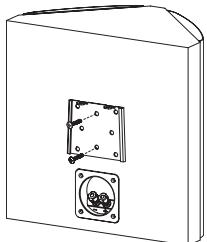

Figura 10
- 3) Con los dos pernos incluidos de 1/4-20, monte la parte "A" del soporte en la parte de atrás del altavoz atornillando los pernos en el inserto rosado. Asegúrese de que el soporte tenga las dos lengüetas hacia la parte de arriba del altavoz. (Vea la Figura 10)